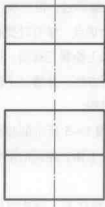

图 1—10 构思形体
(1) 根据图 1—10 所示的主、俯视图, 至少想象出 5 种形体的形状, 绘制左视图。